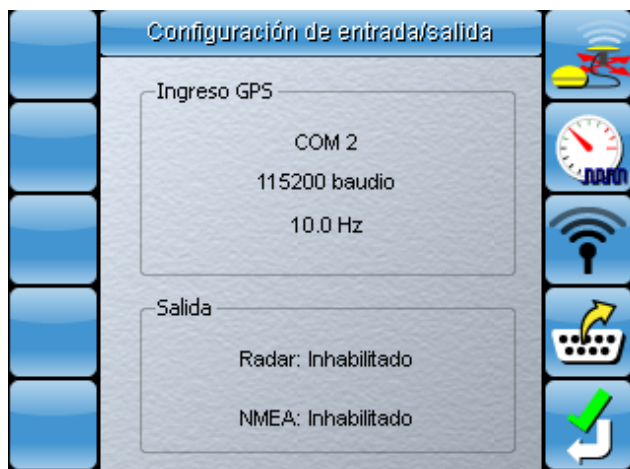

Figura 6-40. Configuración de entrada/salida
Seleccione  (figura 6-40) para acceder a la **pantalla de configuración de antena externa**.
Seleccione  (figura 6-40) para acceder a la *pantalla de selección de velocidad en baudios*.
2. Seleccione  para aceptar la selección y regresar a la *pantalla de configuración de puerto serial* (figura 6-40).
Seleccione  (figura 6-40) para acceder a la *pantalla de configuración de salida de radar*.
Seleccione  (figura 6-40) para acceder a la *configuración de salida de GPS*.